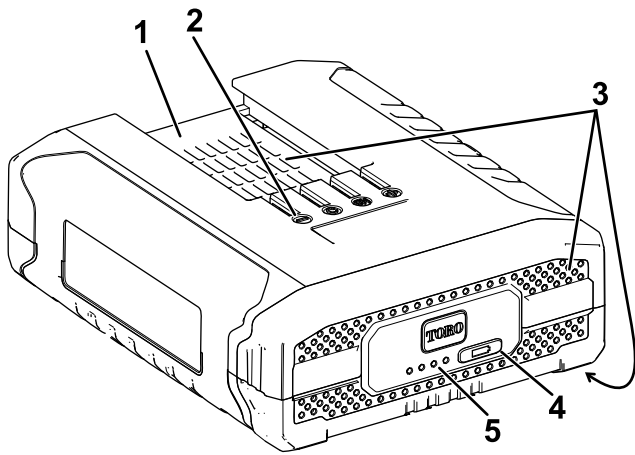

Figura 7
3. Alinee el hueco de la batería (Figura 7) con la lengüeta del cargador.